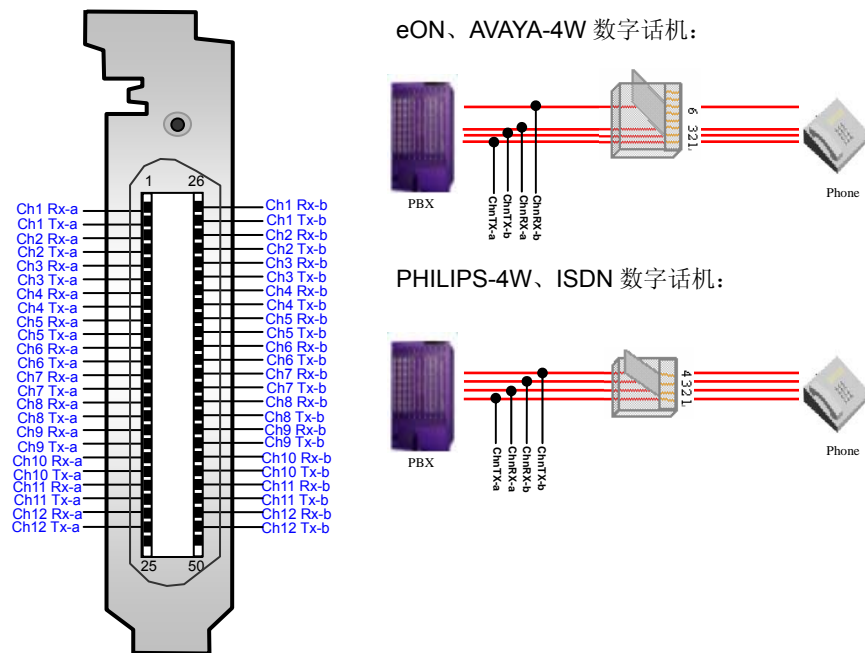

图 2-19
- 1) eON、AVAYA-4W 数字话机: 将电话机与交换机之间的 1、2 两线分别并接到 CHn Tx-a, CHn Tx-b, 3、6 两线分别并接到 CHn Rx-a, CHn Rx-b, 如图 2-19。
- 2) PHILIPS-4W、ISDN 数字话机: 将电话机与交换机之间的 2、3 两线分别并接到 CHn Rx-a, CHn Rx-b, 1、4 两线分别并接到 CHn Tx-a, CHn Tx-b, 如图 2-19。